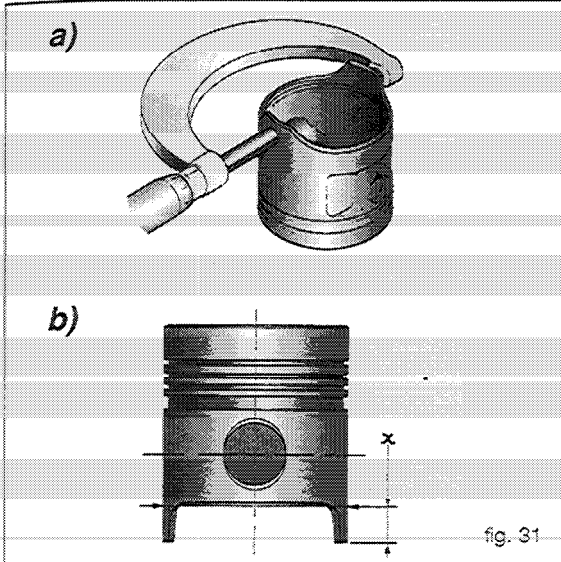

fig. 31
- Medir el diámetro de los pistones realizando dos medidas (fig. 31):